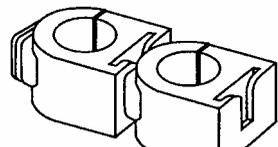

图 7 - 两个电极支架
5. 将第二个电极的支架的凹槽插进第一个电极的凹槽，直到支架上方被固定好。参见图 7。